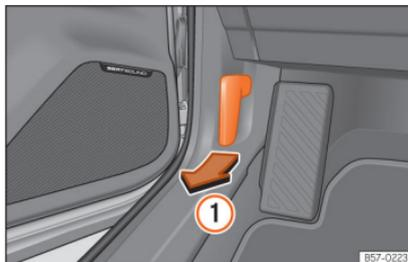

Abb. 219 Entriegelungshebel im Fahrerfußraum.
- Öffnen Sie die Tür und ziehen Sie an dem Hebel unterhalb der Instrumententafel » Abb. 219 ①.